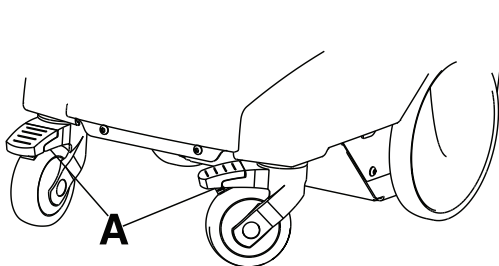

Figure 2-6 : Blocage de roue
Pour appliquer le blocage de roue, appuyer sur (A) (Figure 2-6 à la page 2-23) avec le pied.
Pour relâcher le blocage de roue, remonter (A) (Figure 2-6 à la page 2-23) avec le pied.